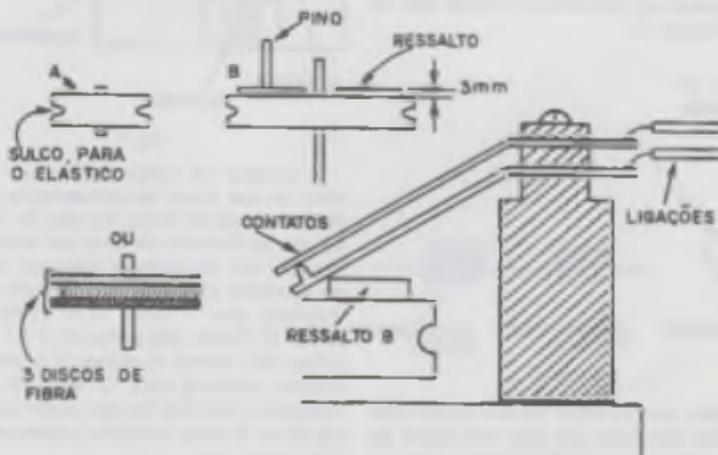

fig 6
- 1) Na pág. 20, abaixo da fig. 6 onde consta: